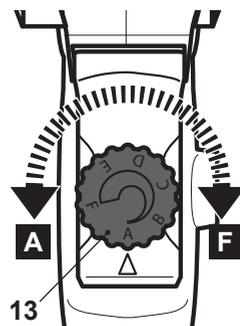

Fig.9
Limite la velocidad máxima de giro utilizando el selector de velocidad (13). El dispositivo de velocidad variable le permite seleccionar la mejor velocidad para una aplicación particular. (Fig. 9).
- > Gire el selector de velocidad (13) hacia la "F" para incrementar la velocidad máxima.
- > Gire el selector de velocidad (11) hacia la "A" para reducir la velocidad máxima.